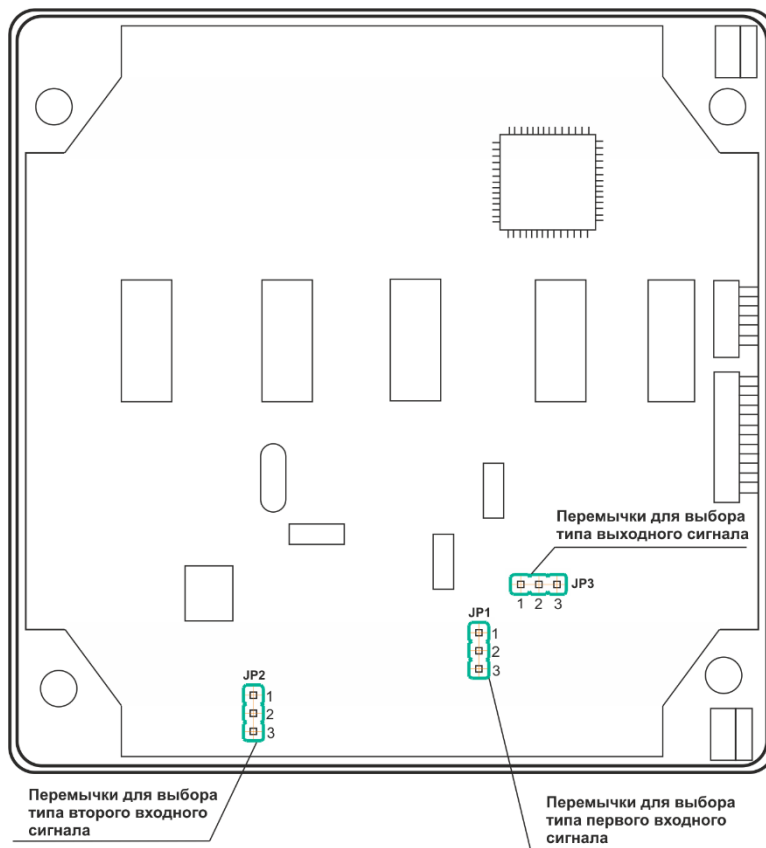

Рисунок 5.1 – Положення перемичок на процесорній платі (корпус індикатора відкрито)
2) перемички на процесорній платі (див. рис. 5.1)
Перед початком калібрування аналогового виходу необхідно привести у відповідне положення перемички на процесорній платі регулятора (див. рис. 5.1). Типи вихідних сигналів та положення перемичок наведені у таблиці 5.3.